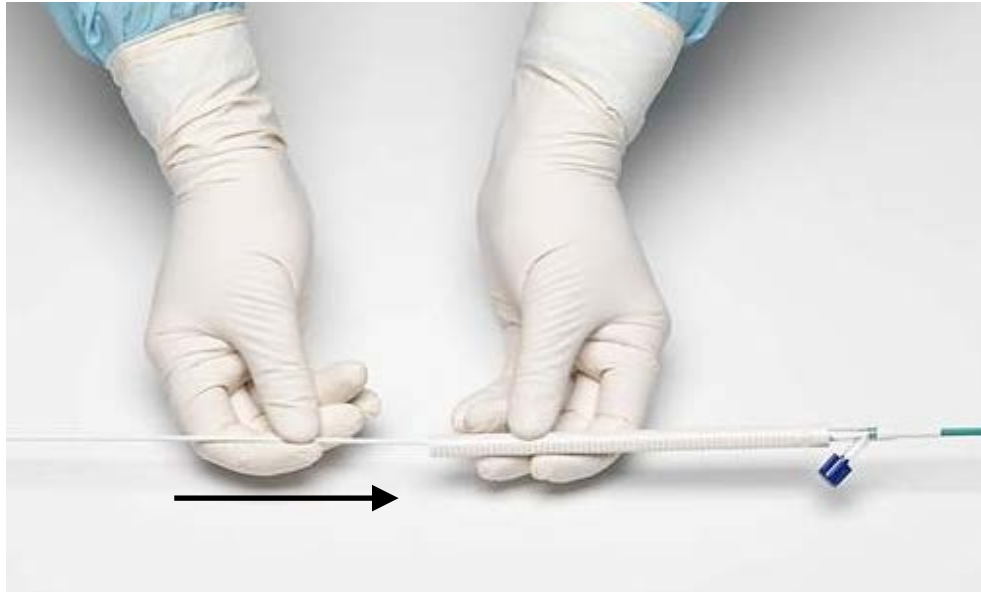

Figure 4.2 : Avancer l'implant dans le cathéter de pose
- b. Avancer l'implant à l'extérieur de la cartouche et à l'intérieur du cathéter de pose en avançant manuellement la gaine/poussoir à l'extrémité proximale de la cartouche. Pousser à l'intérieur par petits incréments afin de ne pas plier la gaine/poussoir (Figure 4.2). Continuer l'avancement de la gaine/poussoir jusqu'à ce que la poignée ainsi que la cartouche se rencontrent.